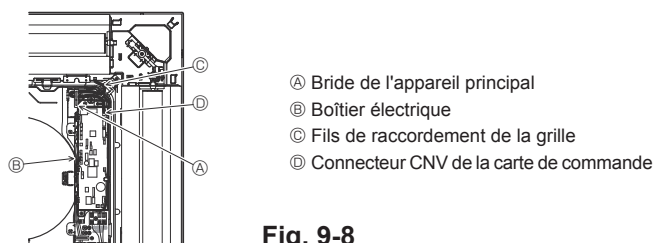

Fig. 9-8
9.4.4. Raccordement des câbles (Fig. 9-8)